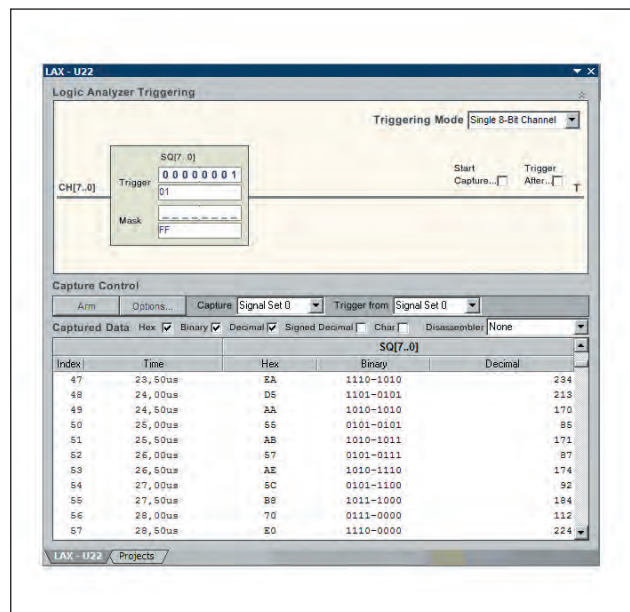

Рис. 15. Плавающая панель логического анализатора
- **Show Panel (Показать панель)** — щелчок левой клавишей мыши на этой кнопке открывает плавающую панель рабочего пространства *LAX* (рис. 15), содержащую еще ряд настроек логического анализатора и отображающую набранную выборку: